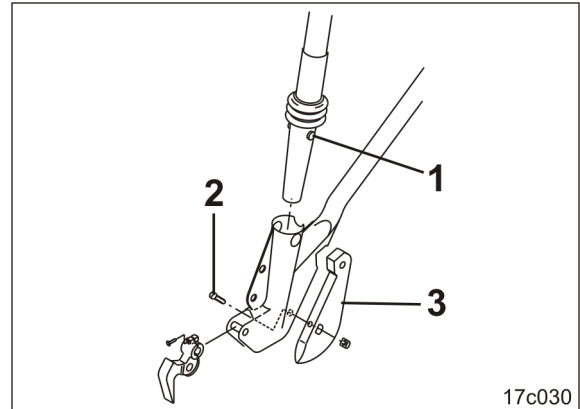

Bild 234
1. Tryck in knapparna (Bild 234/1) på tratten i plogbillskroppen.
3. Avlägsna skruven (Bild 234/2) (skruvåtdragningsmoment 45 Nm).
4. Lyft bort plogbillsspetsen (Bild 234/3) ur förankringen.